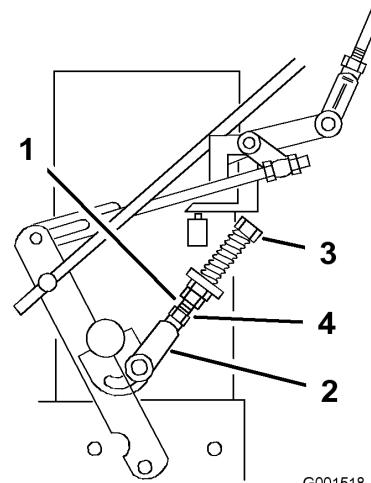

Figura 36
- Si la rueda gira con la palanca de avance en punto muerto, los acoplamientos del control de punto muerto deben ser ajustados (Figura 36). Si la rueda se detiene, vaya al paso 12.
- Afloje la tuerca de la horquilla del acoplamiento del control de punto muerto (Figura 36).
de girar con la palanca sujetada contra el muelle de punto muerto (posición de punto muerto) (Figura 36).
- Gire el perno de ajuste 1/4 de vuelta aproximadamente en el sentido de las agujas del reloj si la rueda gira hacia atrás, o 1/4 de vuelta aproximadamente en el sentido contrario a las agujas del reloj si la rueda gira hacia adelante (Figura 36).